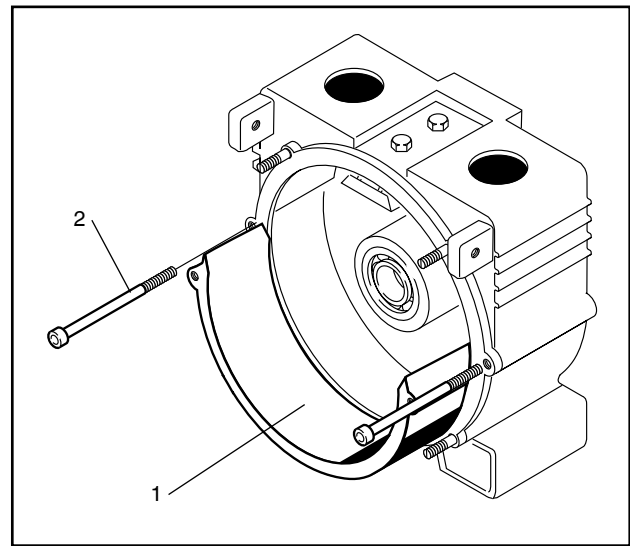

Fig. 15
2. Svitare le due viti del controsupporto (art. n.1020, Fig. 8) e sollevare il contro-supporto del corpo pompa (Fig. 15).